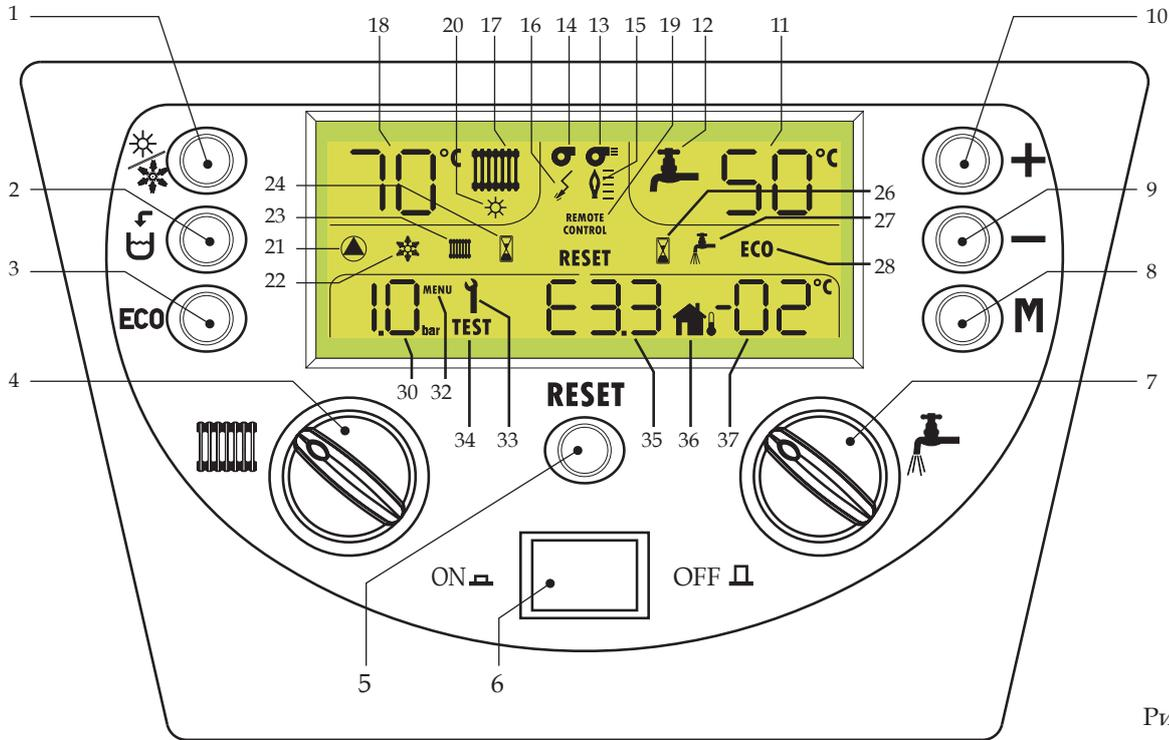

Рис. 1
Для включения/отключения режима Комфорт достаточно нажать клавишу 3 (ECO) - 3 рис. 1). Когда включен режим Комфорт, надпись ECO исчезает с дисплея.
Для восстановления рабочего режима - нажать клавишу 5 (Сброс (Reset) - рис. 1).
- Нажать клавишу ВКЛ/ВЫКЛ (ON/OFF) (см. рис. 1)
Нажать клавишу ВКЛ/ВЫКЛ (ON/OFF) (см. рис. 1)
Для выбора одного из двух режимов достаточно нажать клавишу 1 (рис. 1).
Котел позволяет обеспечивать автоматическую или полуавтоматическую подпитку водой системы отопления. Агрегат поставляется от изготовителя с установленным полуавтоматическим режимом подпитки, который может быть заменен на автоматический при установке. Для изменения режима подпитки достаточно нажать клавишу "подпитка водой" 2 (☺ - рис. 1) и удерживать ее в течение 5 секунд до появления на дисплее надписи **AF** (автоматический режим).